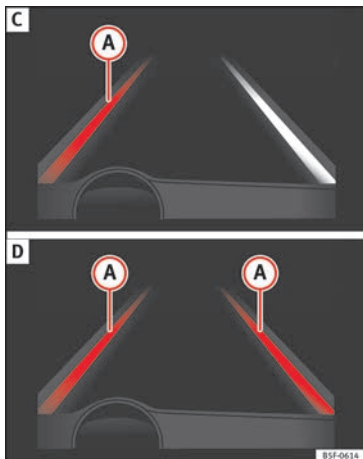

Abb. 198 Im Display des Kombiinstrument: Anzeige im Display des Spurhalteassistenten (Beispiel 2).
- System arbeitet; die hervorgehobene Linie (A) zeigt an, dass die Gefahr einer unabsichtlichen Überschreitung der Begrenzungslinie bestand. Das System korrigiert über die Lenkung die Fahrtrichtung » **Abb. 198 C**.
- Die beiden hervorgehobenen Linien (A) leuchten gleichzeitig auf, wenn beide Begrenzungslinien erkannt sind und die Funktion für zentrale Spurführung » **Abb. 198 D** eingeschaltet ist.